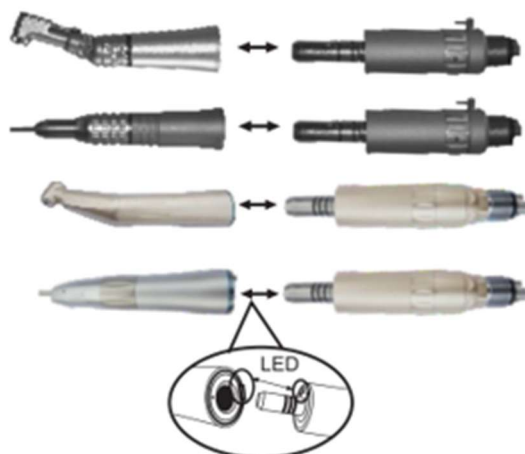

Fig.1
1. Quando instaladas, as extremidades das peças de mão retas e angulares podem ser conectadas com a seção de acoplamento dos motores pneumáticos, conforme mostrado na Fig. 1.